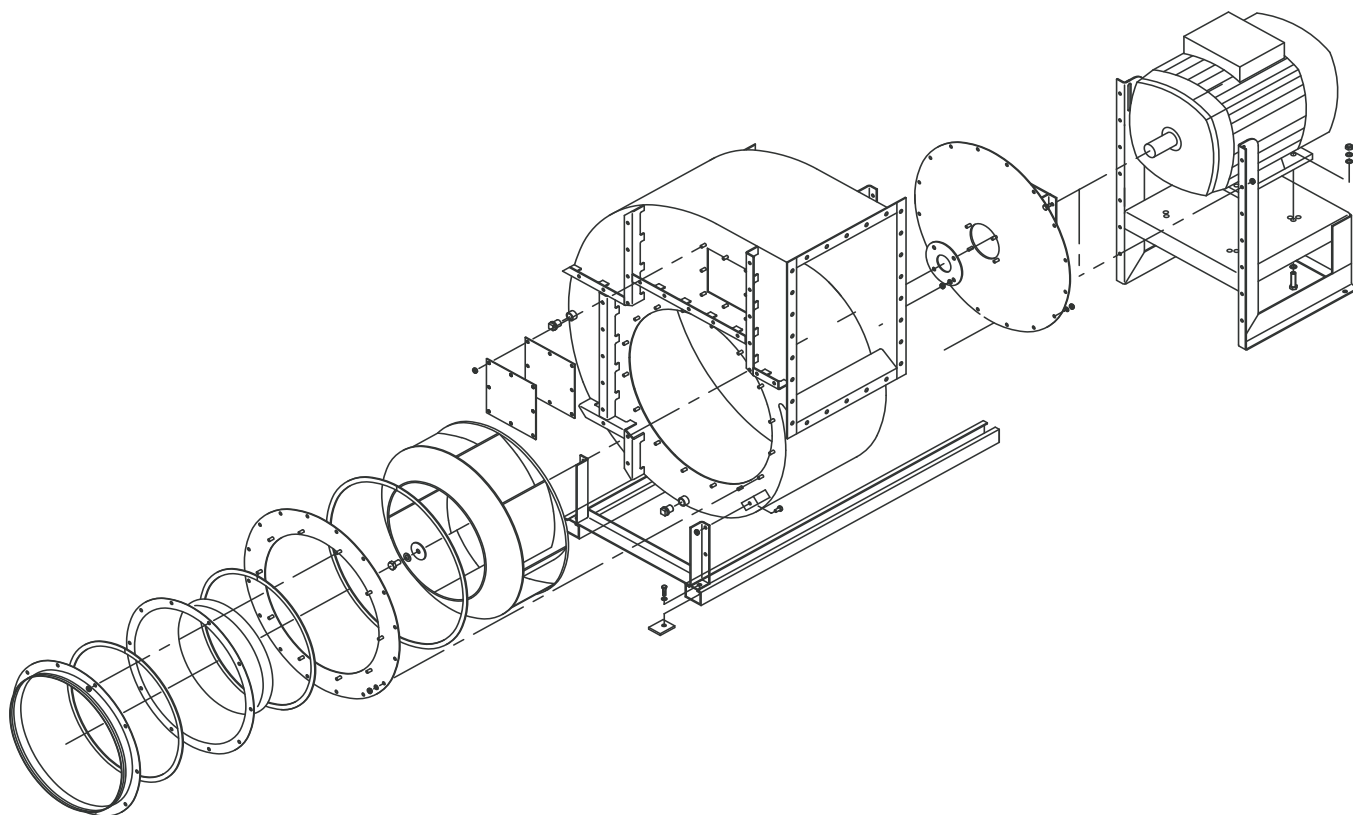

Fig. 4
Fig. 4. Först demonteras kanalen på sugsidan och därefter kanalstutsen pos. 1, inloppstratten pos. 3 och mellanflänsen pos. 5 genom att lossa och ta bort muttrarna pos. 6. Därefter demonteras skruven pos. 12 och motorskivan pos. 10, som håller fast fläkthjulet. Fläkthjulet demonteras med en avdragare som fästs i de två gängade hålen som är placerade i fläkthjulets nav.
Fig. 4. Fläkthjulet pos. 9 placeras på axeln. Därefter monteras pos. 10-12 och skruven pos. 12 dras åt. Därefter monteras kanalstutsen pos. 1, inloppstratten pos. 3 och mellanflänsen pos. 5. Kom ihåg att kontrollera att spalten mellan inloppstratten pos. 3 och fläkthjulet pos. 9 är lika stor hela vägen, och att packningen pos. 8 fortfarande är elastisk. Därefter monteras skruven pos. 6.